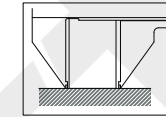

Abb.2
- Der vertikale Messschieber wird auf der Platte auf Null gestellt (Abb.2). Vertikale Noniusbacke und horizontale Noniusbacken berühren die Platte, drücken Sie die Taste '0', um den Nullpunkt einzustellen.